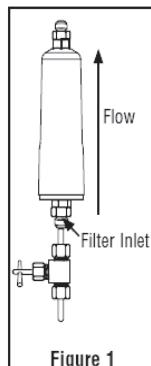

Figura 1
2. Ubique una sección fácilmente accesible de tubo. La válvula de cierre (no se incluye) debe estar en el lado de entrada del filtro. (Figura 1)